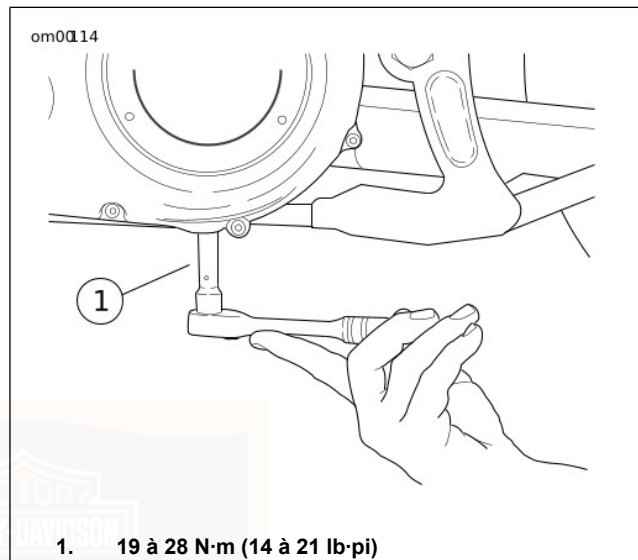

Figure 36. Dépose/installation du bouchon de vidange du carter de chaîne primaire
3. Voir la Figure 36. Déposer le bouchon de vidange magnétique du fond du couvercle de carter de chaîne primaire intérieur. Vidanger le lubrifiant dans un récipient approprié.